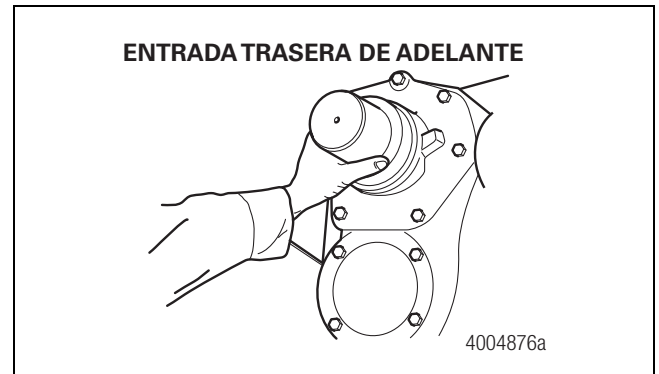

Figura 5.103
6. Instale el sello de entrada del eje trasero de adelante. Sujete el buje y el sello únicamente por el diámetro exterior. Coloque el sello en el impulsor de sello y alinéelo con la jaula de cojinete de entrada del eje trasero de adelante. No toque los bordes en el diámetro interior del sello. Use un martillo de golpe amortiguado y el impulsor adecuado para instalar el sello en la jaula del cojinete. Figura 5.103.